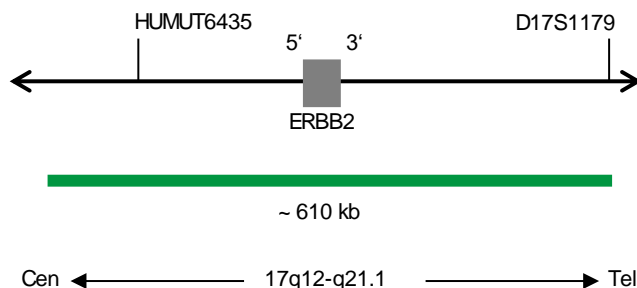

Abb. 1: SPEC ERBB2 Sondenlokalisierung (nicht maßstabgetreu)
- ZyGreen (Anregung 503 nm/Emission 528 nm) markierten Polynukleotiden (~10 ng/μl), die gegen Sequenzen in 17q12-q21.1* (chr17:37,572,531-38,181,308) gerichtet sind, welche die ERBB2-Genregion enthalten (siehe Abb. 1).